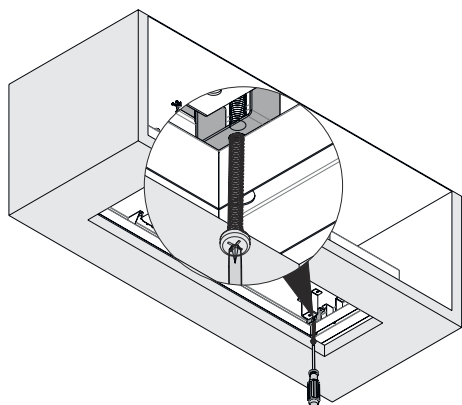

Fig. 14
- 6. ➔ Spænd nu beslagene i begge sider for at fastgøre kabinettet til skabet (Fig. 14)